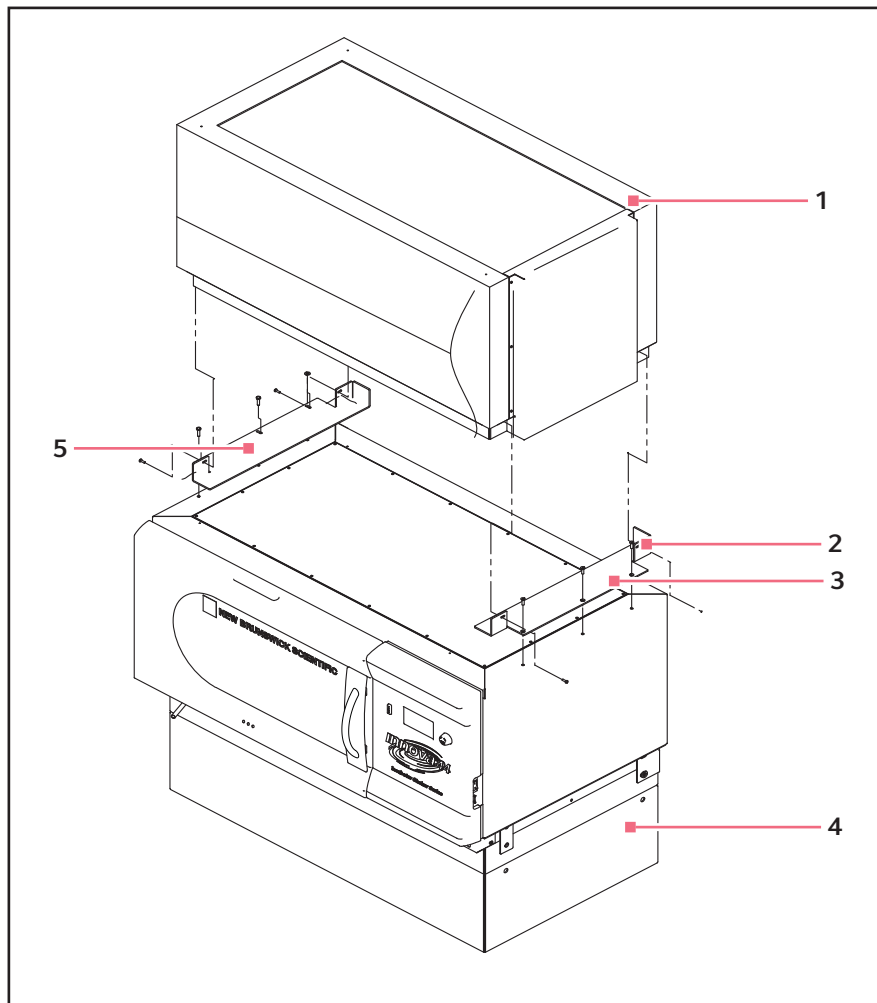

Рис. 6-6: Установка 4400/4430 на установочный комплект 44/44R
3. Как показано на рисунке ниже (см. рис. 6-6 на стр. 29), снимите винты, установленные в верхней части нижнего прибора на обеих сторонах.
4. Как показано на рисунке (см. рис. 6-6 на стр. 29), зафиксируйте нижнюю часть верхнего шейкера на монтажных кронштейнах с помощью винтов, стопорных и подкладных шайб из комплекта поставки. Сначала необходимо зафиксировать правую сторону, а затем левую.